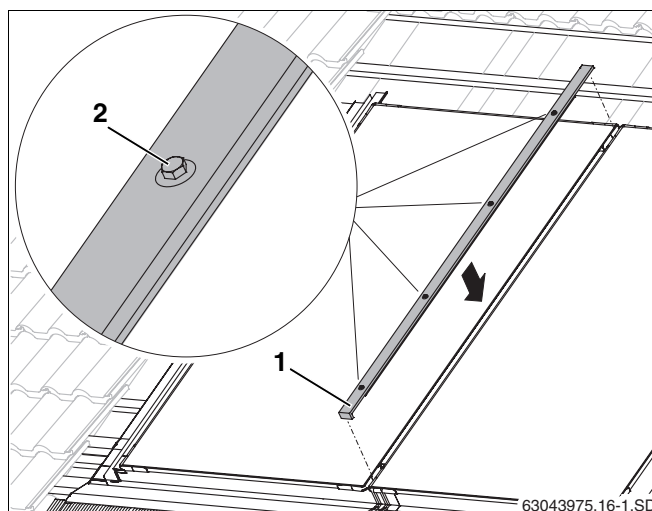

Fig. 51 Baguette de recouvrement centrale
- Appuyer la baguette de recouvrement (fig. 51, **pos. 1**) avec le rebord dirigé vers le bas dans l'espace entre deux capteurs et positionner au centre.
- Serrer les vis (fig. 51, **pos. 2**) manuellement en commençant par le bas à l'aide d'une clé SW8.